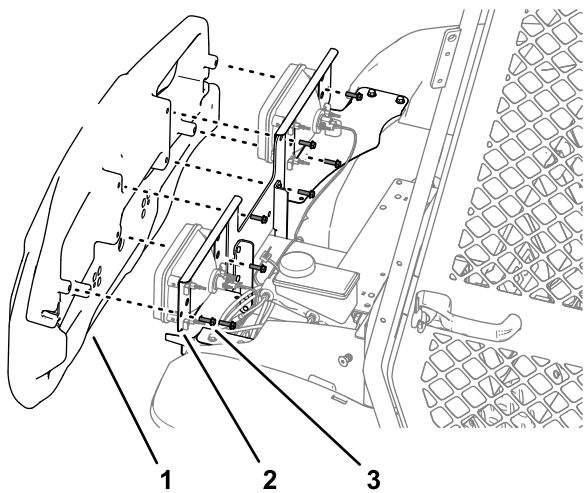

Figura 42
- 1. Sujetando el parachoques, retire los 8 pernos con arandela prensada que sujetan el parachoques a los soportes del parachoques y a los soportes de los faros (Figura 42).